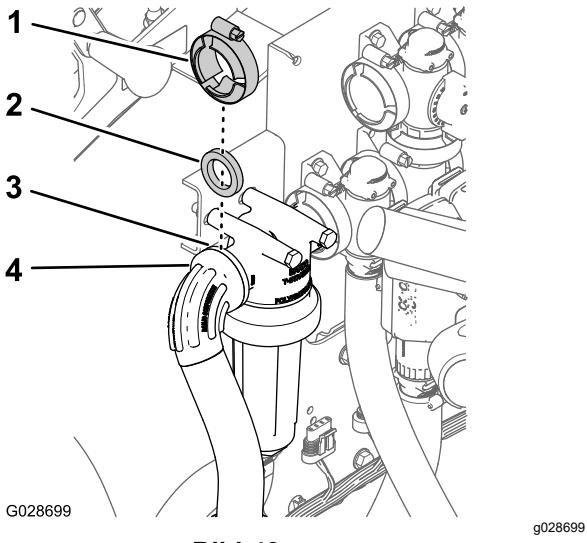

Bild 40
4. Richten Sie den Flanschkrümmer und die Dichtung aus, die Sie ausgebaut haben. Befestigen Sie den Flanschkrümmer mit der Schlauchklemme (Bild 40), die Sie in 3 von Entfernen des Zulaufschlauchs (Seite 20) ausgebaut haben, am Schlauch.
5. Befestigen Sie den Zulaufschlauch mit der Dichtung und der Flanschklemme (Bild 40), die Sie in 1 von Entfernen des Zulaufschlauchs (Seite 20) entfernt haben, am Druckfilterkopf.